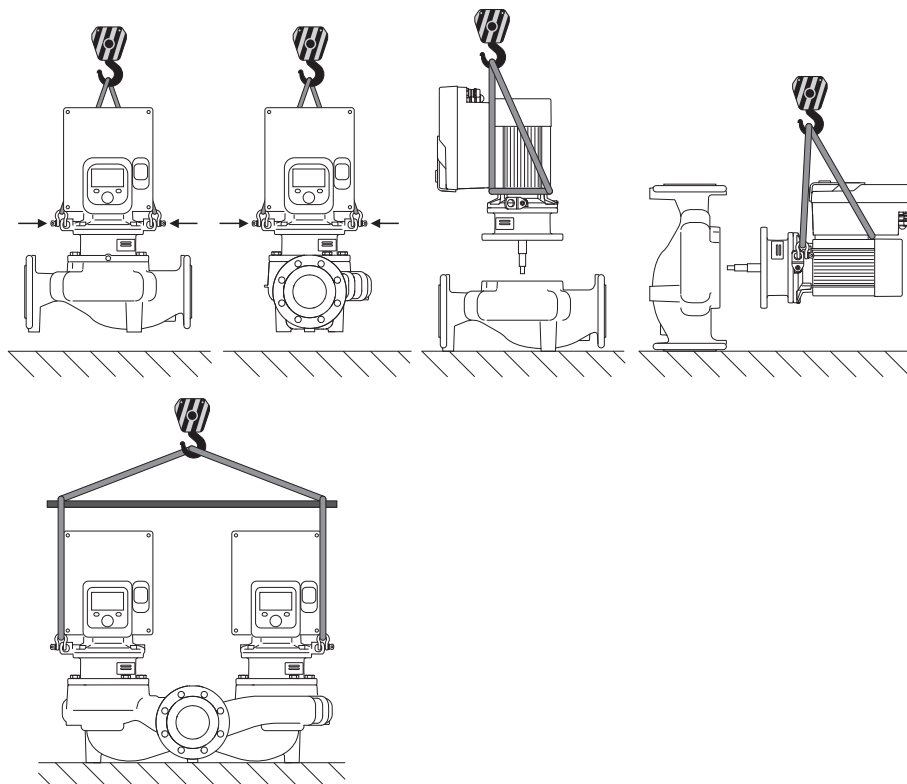

Fig. 6: Sens de levage
La pompe doit être transportée à l'aide d'accessoires de levage homologués (p. ex. palan, grue, etc.). Les accessoires de levage doivent être fixés sur les œillets de transport présents sur la bride du moteur. Pousser les boucles de levage, si nécessaire, sous la plaque d'adaptation (Fig. 6).
1. Laisser deux œillets de transport (Fig. I, pos. 30) libres sur la bride de moteur.
2. Fixer le kit embrochable (Fig. 4) sur les œillets de transport pour le sécuriser avec des instruments de levage appropriés. Pour empêcher l'unité de basculer, attacher une sangle autour du moteur et de l'adaptateur du module électronique comme indiqué à la Fig. 6. Veiller à ne pas endommager le module électronique en fixant la sangle.
3. Desserrer les vis (Fig. I/II/III/IV, pos. 29) et les retirer.